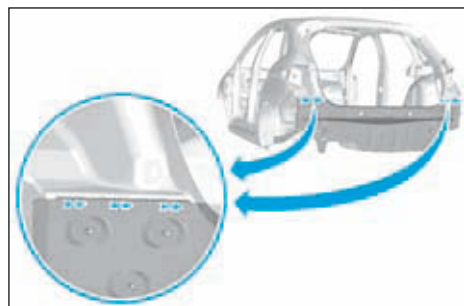

FIG.160
- Meuler les cordons de soudure MAG (Fig160).